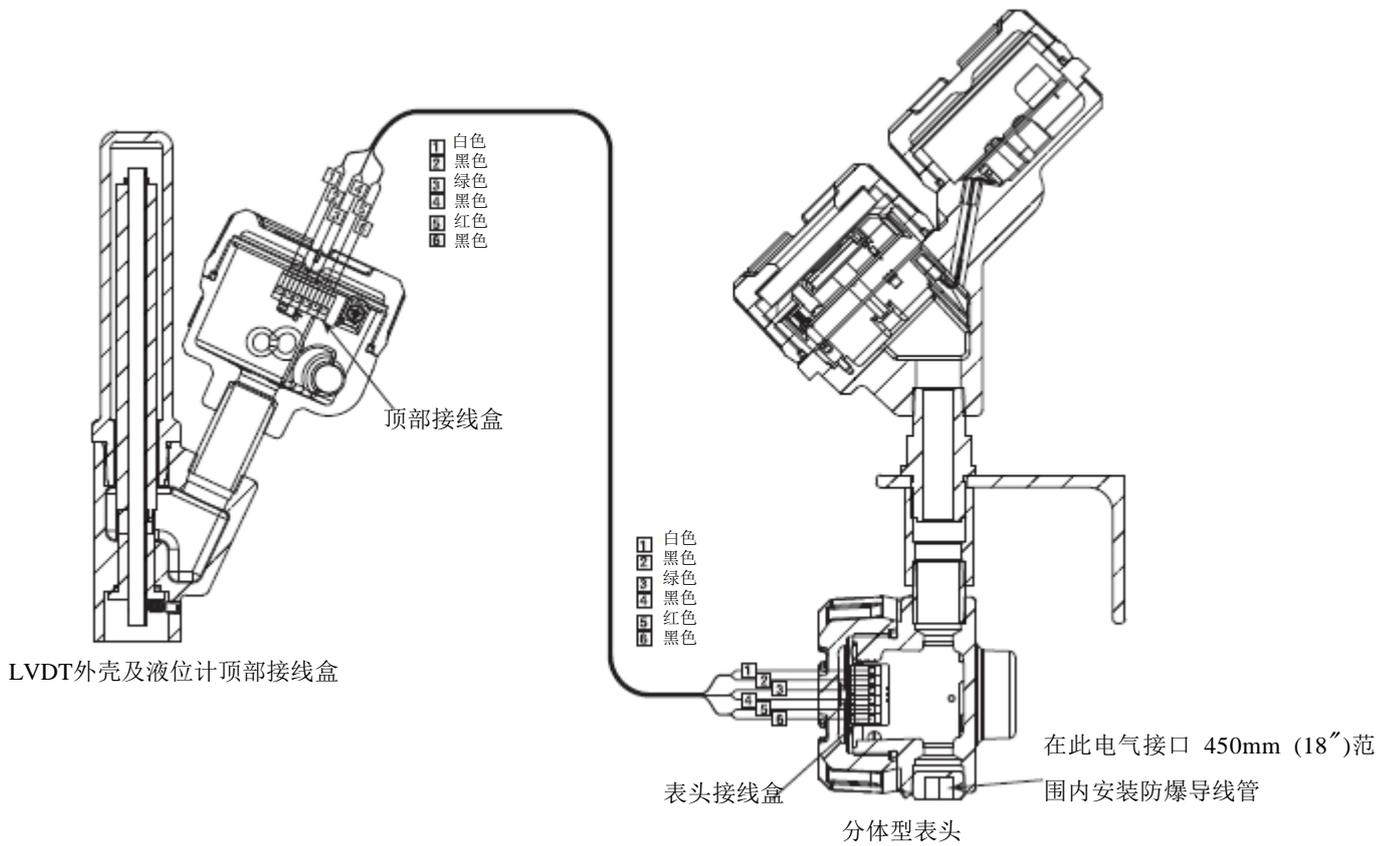

图 6
3. 将分体型专用六芯电缆（部件号：037-3226-xxx 或 037-3227-xxx）分别连接至表头和液位计顶部接线盒。请务必保证六芯电缆上的编号和接线盒内端子上的编号一一对应。参见图 6。
在分体型安装方式的E3系列浮筒式液位计表头至液位计顶部接线盒之间安装隔爆导线管。在液位计表头的450mm (18 inches) 范围内需使用隔爆型导线管及接头, 请参见图6。此后, 请遵照分体型安装接线步骤的第2步至第7步。